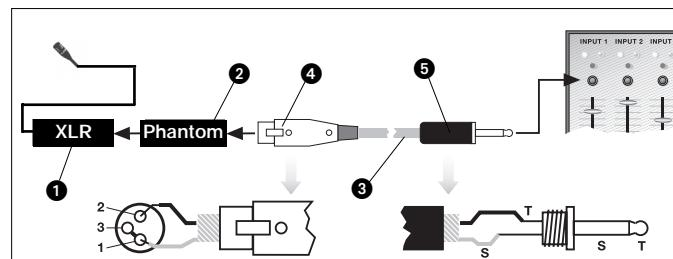

Fig. 4: Collegamento ad un ingresso asimmetrico
1. Nella presa XLR (4), collegate con un ponte a filo i contatti 1 e 3 e portatevi sullo schermo del cavo. Vedi fig. 4.
2. Collegate il conduttore interno del cavo con il contatto 2 della presa XLR (4) e la punta della spina jack (5).